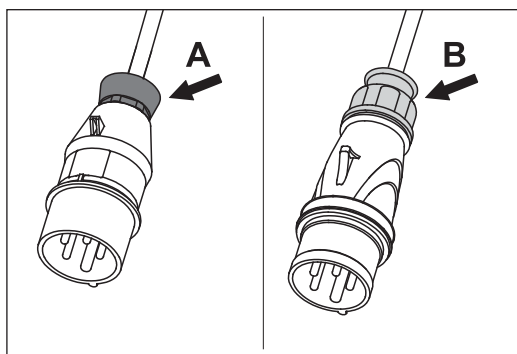

Abb. 28 Original-LÄGLER®-Stecker mit roter Überwurfmutter (A) oder gelber Überwurfmutter (B).
- 2 Original-LÄGLER®-Stecker mit **roter** Überwurfmutter am Kabelausgang (Abb. 28, A):
Original-LÄGLER®-Stecker mit **gelber** Überwurfmutter am Kabelausgang (Abb. 28, B):